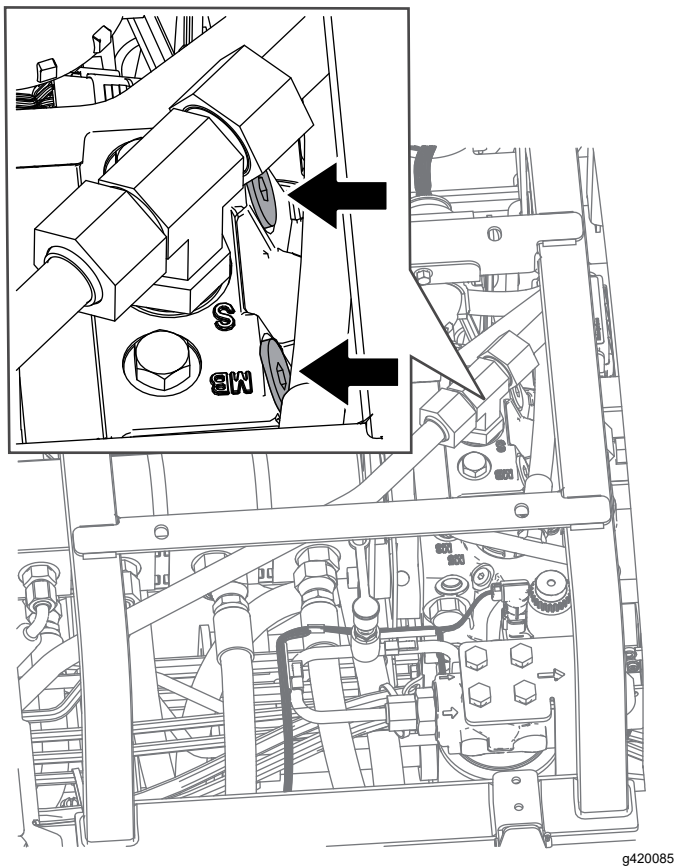

Figura 37
2. Localize a válvula de purga por baixo do banco e por cima do hidróstato (Figura 37).